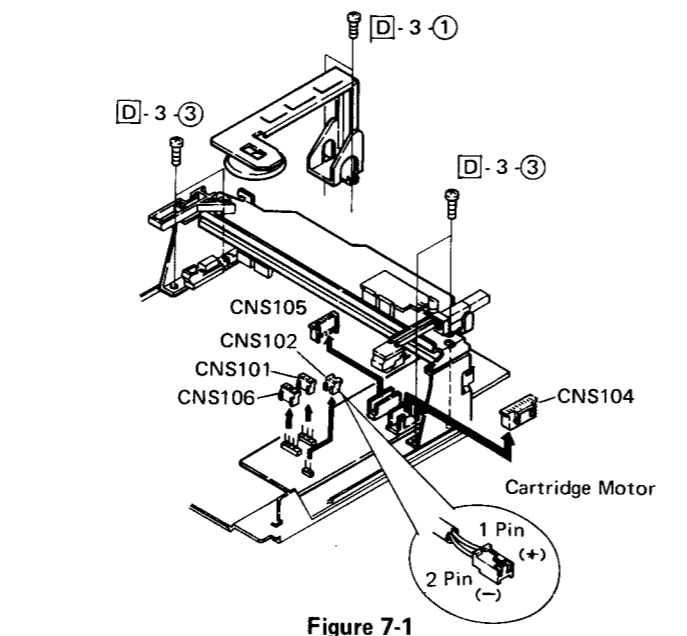

Figure 7-1
- (1) Remove two screws from the Disc Pressure and take the Disc Pressure off. See Fig. 7-1.
- (2) Remove the socket CNS102 from the tonearm motor and supply +10V DC to it to move the tonearm until the position where the tonearm guide bracket may be taken out. See Fig. 7-1.
- (3) Remove four screws from the tonearm guide bracket (two each at the right and left) and take the tonearm guide bracket off. See Fig. 7-1.
- (4) Disconnect four sockets (CNS101, 104, 105 and 106). See Fig. 7-1.
- (1) Zwei Schrauben vom Schallplattenhalter entfernen, dann den Schallplattenhalter abnehmen. Siehe Abb. 7-1.
- (2) Den Anschluß CNS102 vom Tonarmmotor entfernen und diesem +10 V Gleichspannung zuleiten, um den Tonarm bis zu der Position zu bewegen, an der die Tonarmführungshalterung herausgenommen werden kann. Siehe Abb. 7-1.
- (3) Vier Schrauben (je zwei auf der rechten und linken Seite) von der Tonarmführungshalterung entfernen, dann die Tonarmführungshalterung abnehmen. Siehe Abb. 7-1.
- (4) Vier Anschlüsse (CNS101, 104, 105 und 106) trennen. Siehe Abb. 7-1.
- (1) Déposer les deux vis du porte-disque et déposer le porte-disque. Voir la Fig. 7-1.
- (2) Déposer la douille CNS102 du moteur du bras et l'alimenter en +10V cc pour déplacer le bras jusqu'à la position où la patte guide du bras peut être déposée. Voir la Fig. 7-1.
- (3) Déposer les quatre vis de la patte guide du bras (deux de chaque côté droit et gauche) et déposer la patte guide du bras. Voir la Fig. 7-1.
- (4) Débrancher les quatre douilles (CNS101, CNS104, CNS105 et CNS106.) Voir la Fig. 7-1.